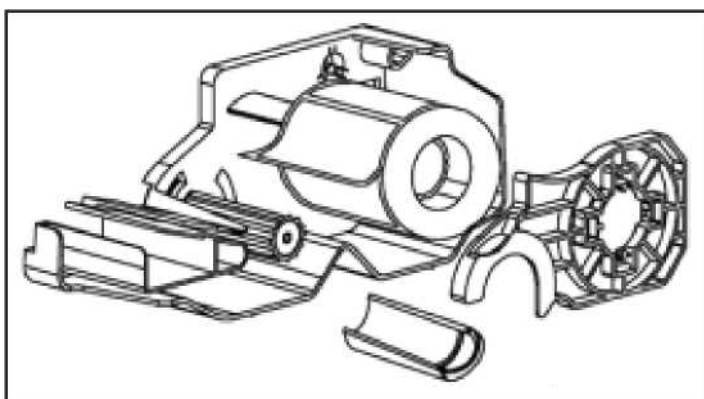

Рисунок 1.17 – Установка нового рулона
5. Установите новый рулон (см. рисунок 1.17).